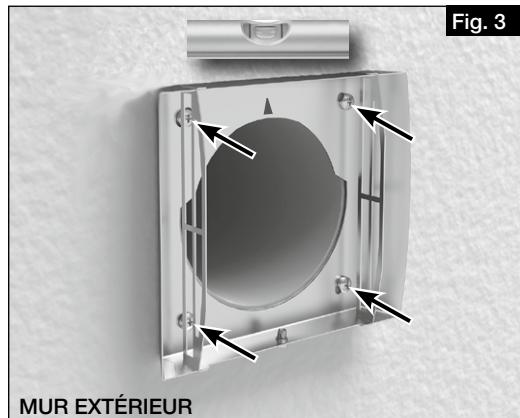

Fig. 3
4. Marquer et percer les trous (voir fig. 3).
5. Aligner le cadre horizontalement avec la flèche pointant vers le haut (voir Fig. 3) et le visser au mur (utiliser des vis en acier inoxydable).